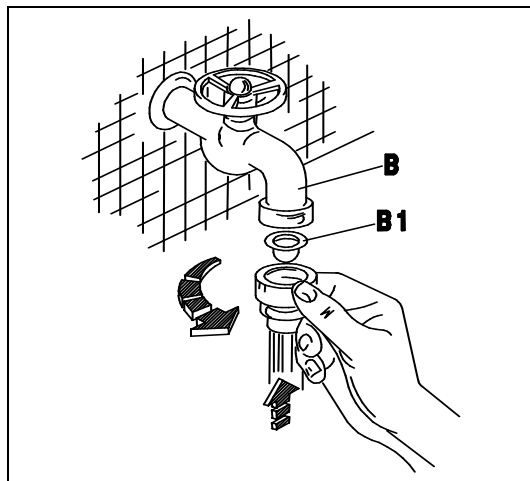
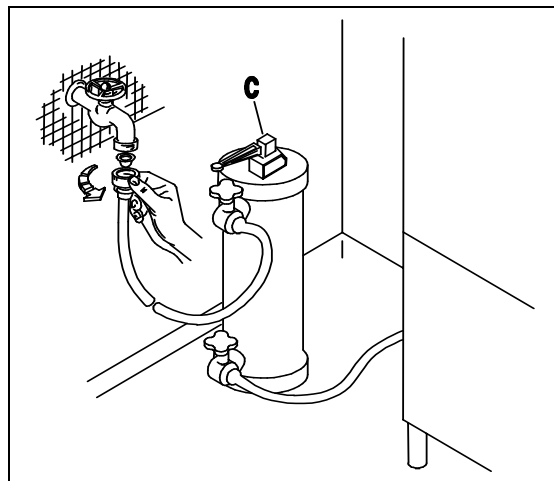
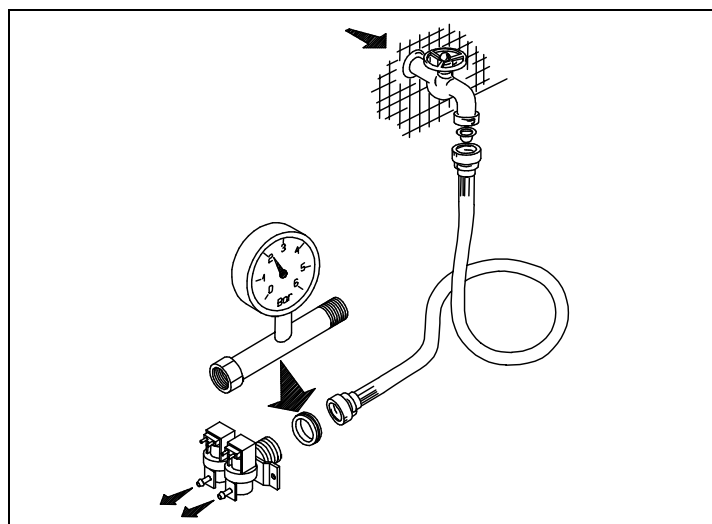
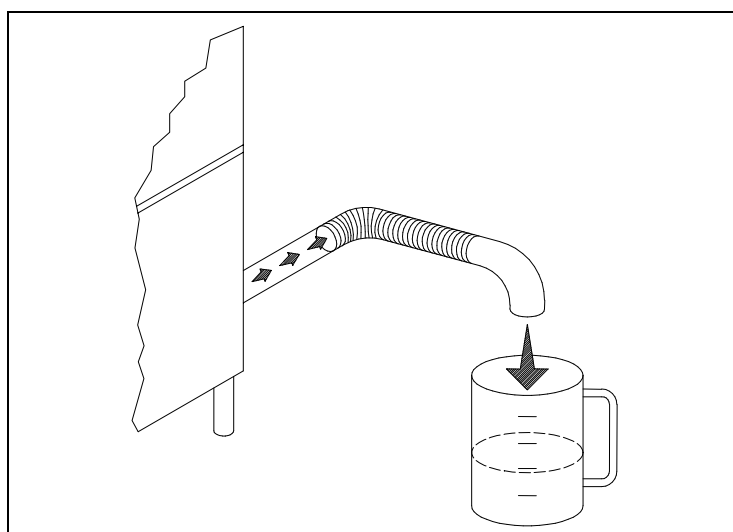

Fig. 2-2
Fig. 2-3
Fig. 2-4
Fig. 2-5
- L'apparecchio è previsto per l'allacciamento all'acqua fredda o calda (max 50 ÷ 55°C), con una pressione a valvola aperta come indicato nella Tab. 2-1. In caso di pressione superiore alla massima consigliata, bisogna installare un riduttore di pressione. In caso di pressione inferiore alla minima consigliata, bisogna installare una pompa di aumento pressione di max 0.5 Hp, con una portata di 20 L/min ed una prevalenza di 15÷20 mt.. Il controllo della pressione deve essere effettuato all'ingresso dell'elettrovalvola (ved. fig.2-4). La condotta dell'acqua deve avere un diametro interno di almeno 16/18 mm (ved.fig.2-5). Collegare il tubo di carico acqua dell'apparecchio ad un rubinetto d'intercettazione (B),posto preferibilmente nelle immediate vicinanze dell'apparecchio, interponendo l'apposito filtro in dotazione (B1) (ved. fig.2-2). Si consiglia l'installazione di un decalcificatore (C) (non in dotazione), montato a monte dell' elettrovalvola della macchina (ved.fig.2-3).
- The appliance is designed for connection to the cold or hot water supply (max. 50 55°C) at a mains pressure with the valve open as shown in Table 2-1 and a minimum output of 10 litres/min. If pressure exceeds the maximum, fit a pressure reducer. If pressure is lower than the minimum, fit a pressure booster pump of max. 0.5 HP, with an output of 20 litres/min. and a head of 15÷20 metres. Pressure must be measured at the solenoid valve inlet (see fig. 2-4). The water pipes must have an internal diameter of at least 16/18 mm (see fig. 2-5). Connect the appliance water supply pipe to a cut-out tap (B), preferably placed close to the appliance, fitting the special filter provided (B1) (see fig. 2-2). We recommend fitting a water softener (C) (not provided) upstream from the machine solenoid valve (see fig. 2-3).
- Das Gerät ist für den Anschluss an Warm-und Kaltwasser (max. 50-55°C) vorgesehen, wobei der Druck bei offenem Ventil dem in Tab. 2-1. Bei höherem Druck als dem empfohlenen einen Druckminderer installieren. Bei niedrigeren Druck als empfohlen eine Druckerhöhungspumpe mit max. 0,5 PS , einer Förderleistung von 20l/min und einer Förderhöhe von 15-20m installieren. Die Druckkontrolle muss am Eingang des Elektroventils erfolgen (siehe Bild 2-4). Die Wasserleitung muss einen Innendurchmesser von mindestens 16/18 mm aufweisen (siehe Bild 2-5). Den Zulaufschlauch des Gerätes an einen möglichst nahegelegenen Wasserhahn (B) anschliessen und den vorgesehenen Filter (B1) anbringen (siehe Bild 2-2). Der Einbau eines Etkalkers (C) wird empfohlen; dieser gehört nicht zur Ausstattung und muss vor dem Elektroventil der Maschine eingebaut werden. (siehe Bild 2-3).
- L'appareil peut être raccordé à l'eau froide ou chaude (50:55°C max) à une pression, soupape ouverte, comme indiqué dans le Tableau 2-1. Si la pression dépasse la pression maximum conseillée, il faut installer un réducteur de pression. Si la pression est inférieure à la pression minimum conseillée, il faut installer une pompe pour faire augmenter la pression de 0,5 Hp max., à un débit de 20 litres /min et à une hauteur d'élévation de 15-20 m. Le contrôle de la pression sera effectué à l'entrée de l'électrovanne (voir fig. 2-4). Les conduites d'eau auront un diamètre interne d'au moins 16/18 mm (voir fig. 2-5). Raccorder la conduite d'arrivée de l'eau de l'appareil à un robinet secondaire (B), installé si possible tout près de l'appareil, après avoir intercalé le filtre spécial fourni (B1) (voir fig. 2-2). Nous conseillons d'installer un adoucisseur (C) (non fourni) qui sera monté en amont de l'électrovanne de la machine (voir fig. 2-3).
- Este aparato se puede alimentar con agua caliente o fría (máx. 50 ÷ 55°C); la presión del agua con válvula abierta está indicada en la Tabla 2-1. En caso de que la presión fuera superior a la máxima que se aconseja, instale un reductor de presión; si fuera demasiado baja, instale una bomba de aumento de presión de 0,5 Hp (máximo), con un caudal de 20 litros por minuto y una altura de elevación de 15 a 20 m. El control de la presión se debe efectuar en la entrada de la electroválvula (véase fig. 2-4). La tubería del agua debe tener un diámetro interior de 16-18 m. por lo menos (véase fig. 2-5). Conecte el tubo de alimentación del agua del aparato a un grifo de paso (B), que irá montado preferentemente muy cerca del aparato, tras interponer el filtro (B1) del equipamiento base (véase fig. 2-2). Es aconsejable instalar un descalcificador (C) (que no forma parte del equipamiento base). El descalcificador irá montado antes de la electroválvula de la máquina (véase fig. 2-3).
- O aparelho é predisposto para ser alimentado com água fria ou quente (máx 50-55°C), com uma pressão, com a válvula aberta, como indicado na Tab. 2-1 e com um fluxo de 10 lt/min. No caso de uma pressão superior à máxima indicada, é necessário instalar um redutor de pressão. No caso de a pressão ser inferior à indicada, é necessário instalar uma bomba de máx 0,5 Hp, com um fluxo de 20 lt/min. O controle da pressão deve ser efetuado na entrada da electroválvula (ver figura 2-4). O tubo de água ou mangueira deve ter um diametro interno de pelo menos 16/18 mm (ver fig. 2-5). Conectar o tubo de alimentação de água do aparelho à uma torneira de fechamento manual (B), colocada de preferencia proxima ao aparelho, conectando o filtro em dotação (B1) (ver fig. 2-2). Aconselha-se a instalação de depurador (filtro) de águas duras (calcário) (C), o qual não é previsto no fornecimento da máquina, montado antes da entrada da electroválvula (ver fig. 2-3).
- Het apparaat is geschikt voor aansluiting op warm of koud water (max. 50 - 55°C), met een druk bij geopend ventiel zoals aangegeven in Tab. 2-1. Bij een hogere druk dan de geadviseerde maximum druk moet er een drukregelaar geïnstalleerd worden. Bij een lagere druk dan de geadviseerde minimum druk moet een drukverhogingspomp van max. 0,5 HP geïnstalleerd worden met een opbrengst van 20 l/min en een opvoerhoogte van 15-20 m. De controle van de druk moet op de ingang van het elektroventiel gecontroleerd worden (zie afb. 2-4). De waterslang moet een inwendige diameter van ten minste 16/18 mm hebben (zie afb. 2-5). Sluit de watertoevoerslang van het apparaat aan op een afsluitkraan (B) die bij voorkeur dicht bij het apparaat geplaatst moet zijn en zet het speciale meegeleverde filter (B1) ertussen (zie afb. 2-2). Er wordt geadviseerd om een waterontharder (C) (niet meegeleverd) te installeren, die vóór het elektroventiel van de machine geplaatst moet worden (zie afb. 2-3).